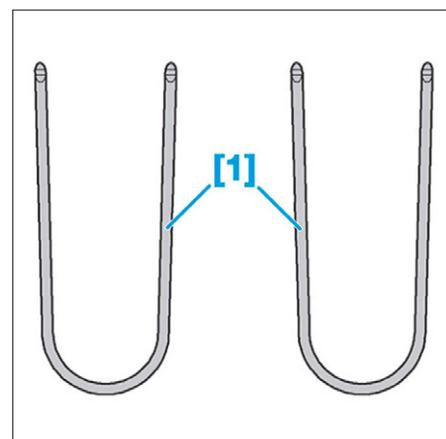

FIG. 26
- [1]. Clé pour dépose des autoradios RD (réf. 9021-T) (Fig.26).